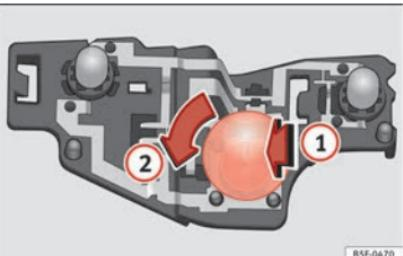

Fig. 115 Emplacement des ampoules sur le support d'ampoules.
- Insérez l'ampoule dans le porte-ampoule en appuyant légèrement **①**, tournez-la ensuite vers la gauche **②** et retirez l'ampoule défectueuse »» **fig. 115**.